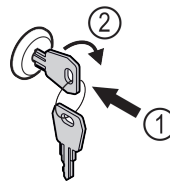

Fig. 86 Beispielhafte Darstellung
- ▶ Schlüssel hineindrücken Fig. 86 (1).
- ▶ Schlüssel um 90° im Uhrzeigersinn drehen Fig. 86 (2).